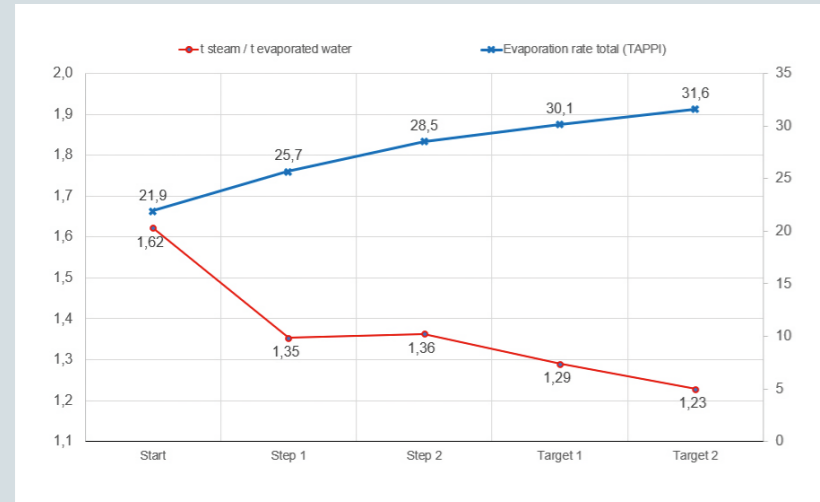

Fig. 8 : Evolutions de la consommation spécifique de vapeur et du taux d'évaporation
- consommation spécifique de vapeur réduite (fig. 8)